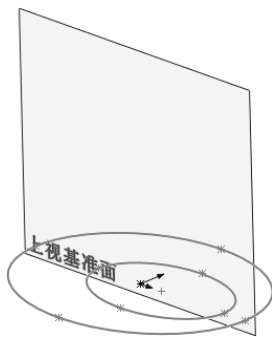

图 3-70 打开的素材文件
STEP 1 打开本书提供的素材文件“3.8.2SC.SLDPRT”，如图 3-70 所示。